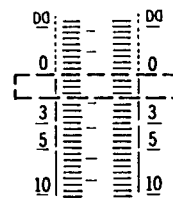

Fig. 11
5. Régler VR703 (canal de gauche) [VR704 (canal de droite)] de telle sorte que la partie segmentée de 0 dB soit à moitié éclairée. (Voir la Fig. 11.)